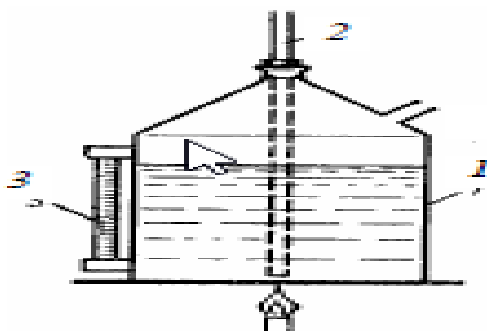

Рис. 2.4. Парообразователь: 1 – корпус; 2 – стеклянная трубка; 3 – водомерное стекло
**Парообразователь** служит источником пара для перегонки с водяным паром и для нагрева водяных бань. Он представляет собой металлический сосуд (чаще всего – медный) со стеклянной трубкой, опущенной почти до дна. Эта трубка предохраняет от резкого повышения давления при сильном нагревании воды (рис. 2.4), играет роль предохранительного клапана. Длина трубки должна быть не менее 70...80 см. Работать без предохранительной трубки категорически запрещается.